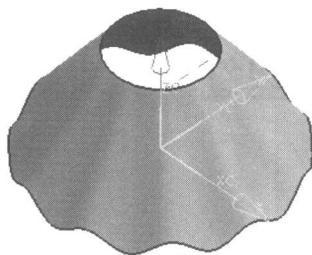

图1-5
4. 使用【通过曲线组】功能，创建片体，结果如图 1-5 所示。